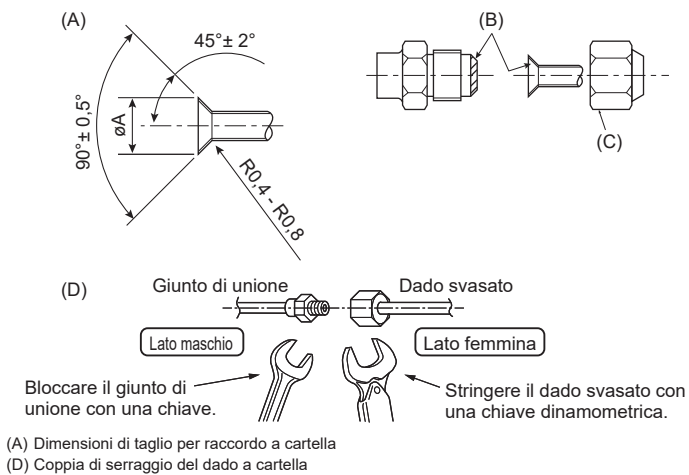

Fig. 4-1
(A) (Fig. 4-1)
(D) (Fig. 4-1)
4.2. Collegamento dei tubi (Fig. 4-1)
- Stendere uno strato sottile di oliorefrigerante sul tubo e collegare la superficie di appoggio prima di serrare il dado a cartella. (A)
- Serrare i raccordi dei tubi usando 2 chiavi. (D)
- Applicare olio adatto alle macchine di refrigerazione sull'intera superficie di alloggiamento svasata. (B)
- Utilizzare i dadi a cartella per le seguenti dimensioni di tubazioni. (C)